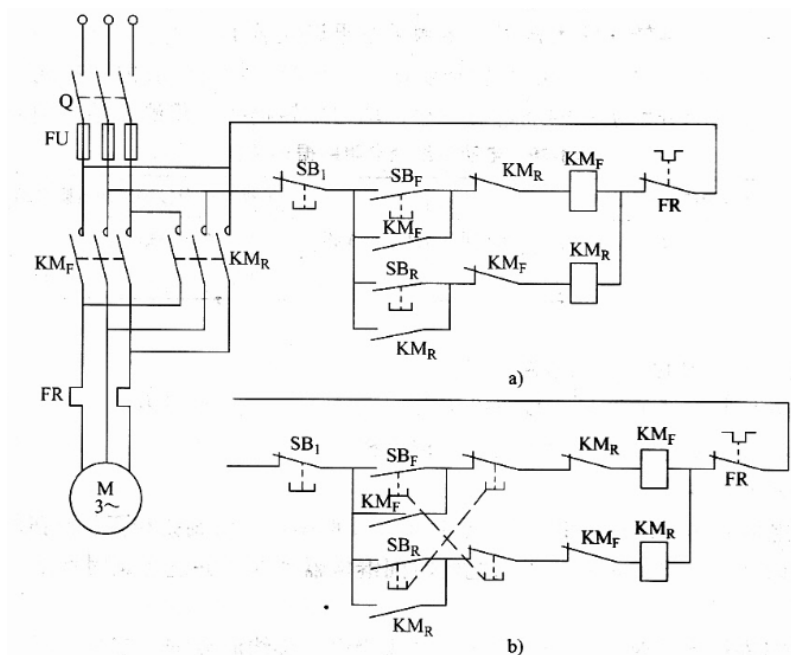

图 9 三相异步电动机的正反转控制电路
3、设计实验内容 (1)，并记录仿真结果 (截图)。
4、试分析图 9 (a) 原理。